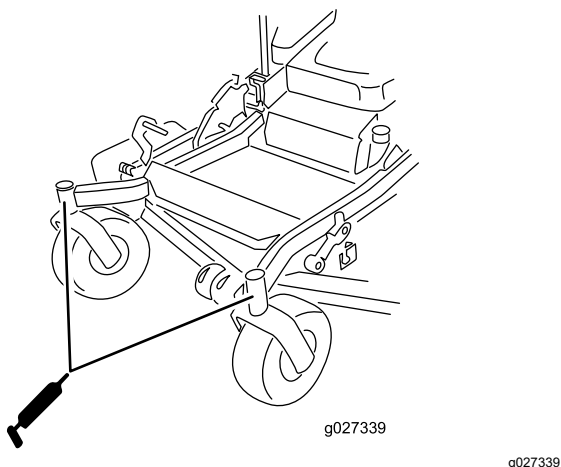

Figura 54
13. Instale el tapón hexagonal y la tapa (Figura 54).